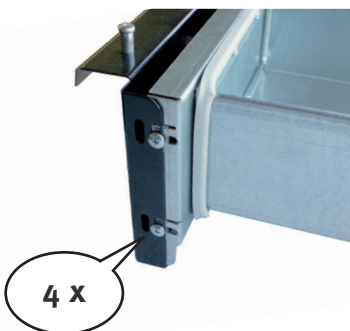

Bild 8
- ⇒ Die Aschenlade herausnehmen, die Blendenbefestigungsschrauben lockern (Bild 8) und gewünschten Sockelrücksp rung einstellen, Schrauben wieder festschrauben.